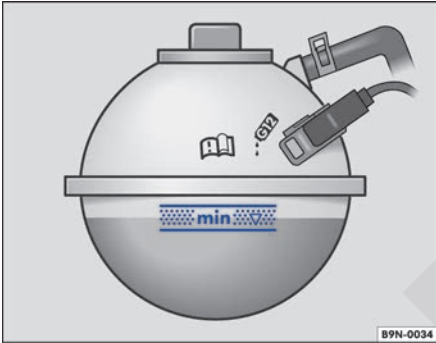

Fig. 139 En el vano motor: marcas en el depósito de expansión del líquido refrigerante del motor.
- Con el motor en frío, compruebe el nivel del líquido refrigerante en las marcas laterales del depósito de expansión → fig. 139. El nivel del líquido refrigerante deberá encontrarse dentro de las marcas.
- El nivel del líquido refrigerante deberá encontrarse dentro de las marcas del depósito de expansión → fig. 139. **No rebase nunca el borde superior de la zona marcada** → Ⓜ️.
- Al añadir líquido refrigerante, no rebase el borde superior de la zona marcada → fig. 139. De lo contrario, al subir la temperatura el líquido sobrante es expulsado del sistema de refrigeración del motor y puede causar daños.